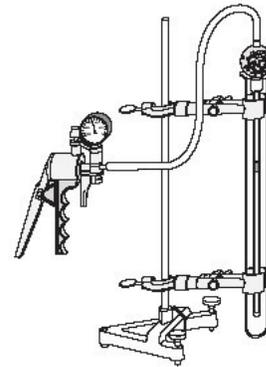

Figura 1b
- Verifique a montagem da figura 1b.